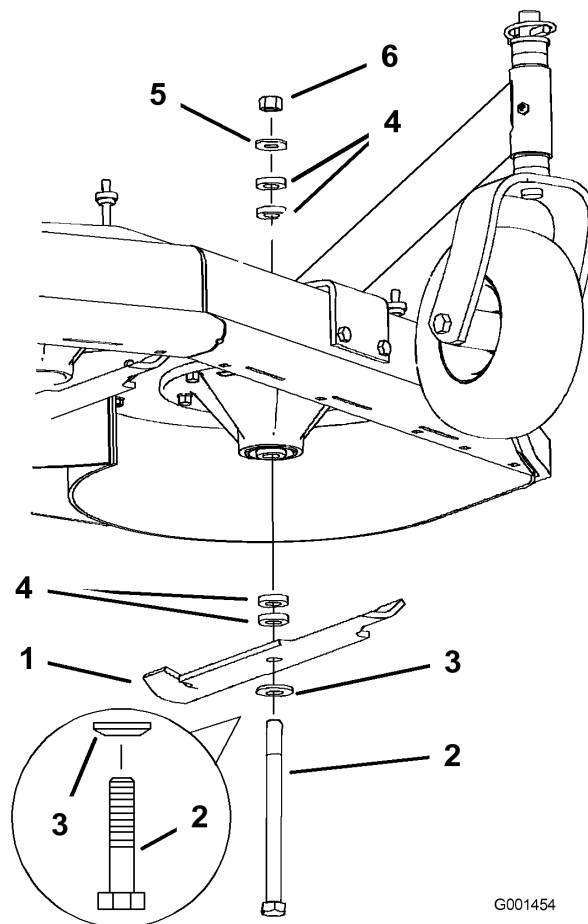

Figura 10
- Sujete el perno de la cuchilla y retire la tuerca (Figura 10).
- Deslice el perno por el eje, y cambie los espaciadores según sea necesario (Figura 10).
- Instale el perno y la arandela curva, añada los espaciadores adicionales que sean necesarios, y sujételos con una arandela fina y una tuerca (Figura 10).